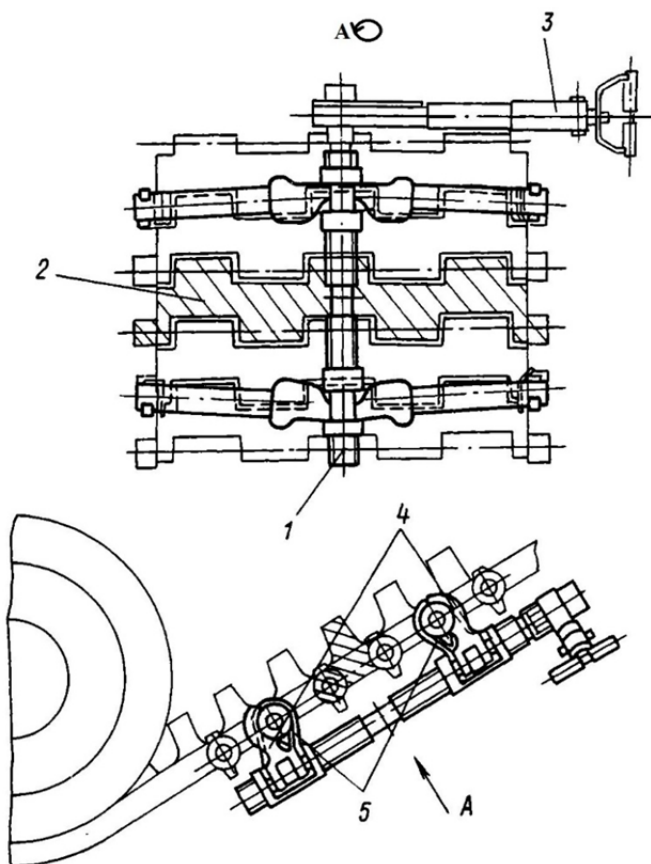

Рис. 7.2. Приспособление (стяжка) для соединения гусеницы:
- 4) установить стяжку для гусеницы, охватив ею соседние с удаляемым траки. Стяжку устанавливать петлями 5 (рис. 7.2) и захва-